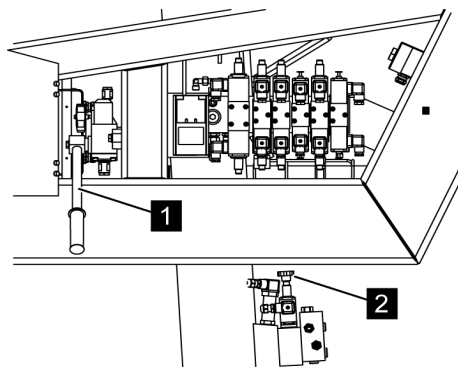

Fig. 122: Pompe manuelle
3. → Mettre le levier de la pompe manuelle (Voir la Fig. 122/1) sur la pompe.
4. → Pour pouvoir utiliser la fonction [Descendre le bras télescopique], verrouiller la vanne proportionnelle (Voir la Fig. 122/2).
Actionner la vanne (☞ Chapitre 6.14 « Fonction et commande des vannes » à la page 124) souhaitée en appuyant fortement dessus, et pomper simultanément avec la pompe manuelle (Voir la Fig. 122/1), jusqu'à ce que le composant sélectionné ait atteint la position souhaitée.
8. → Après le mode de secours, déverrouiller à nouveau la vanne proportionnelle (Voir la Fig. 122/2).
- S'assurer que pour le mode normal, la vanne proportionnelle (Voir la Fig. 122/2) est entièrement déverrouillée.